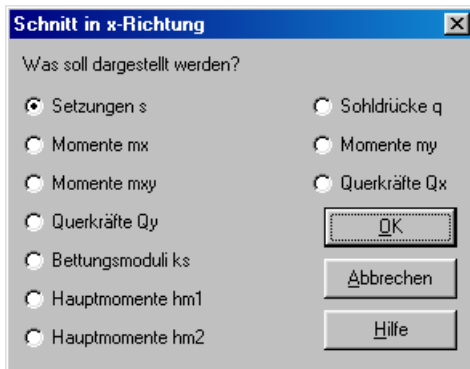

Bild 9-45 Optionsfeld "Schnitt in  $x$ -Richtung"
- Wählen Sie "Schnitt in  $x$ -Richtung" aus dem Menü "Schnitte" des Programms *ELPLA-Schnitte*. Das folgende Optionsfeld im Bild 9-45 erscheint